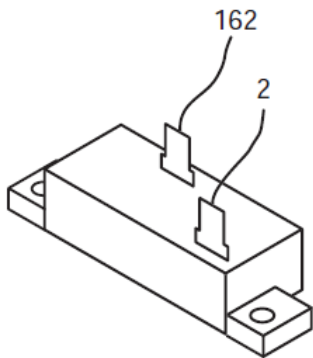

Рисунок 2. Автомат возбуждения
1. Отсоединить провод 4 от регулятора напряжения, третья клемма сверху. Смотреть рисунок 2.
7. Отсоединить провод 11 от регулятора напряжения и подсоединить к нему один тестовый провод. Отсоединить провод 22 от регулятора напряжения и подсоединить к нему один тестовый провод. Оба провода расположены на двух верхних клеммах регулятора напряжения, смотреть рисунок 2.